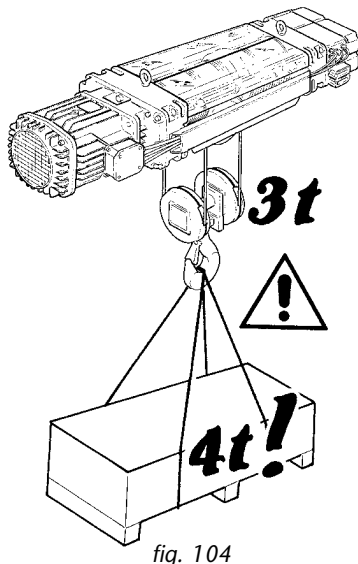

fig. 104
- *il cui peso supera la portata nominale del paranco (fig. 104).*